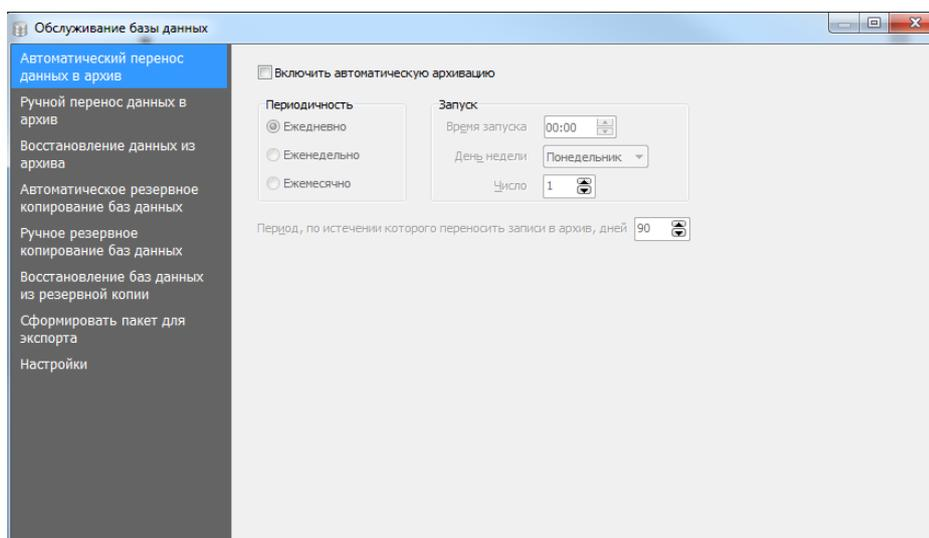

Рис. 1 Окно **Обслуживание базы данных**
В открывшемся окне в левой части перечислены вкладки (возможные действия), а в правой части располагается рабочая область выбранной вкладки (Рис. 1). Чтобы настроить автоматический или ручной перенос данных в архив, автоматическое или ручное резервное копирование баз данных следует перейти на соответствующую вкладку и произвести необходимые настройки.
1. В окне **Обслуживание базы данных** перейти на вкладку **Автоматический перенос данных в архив** (Рис. 1),